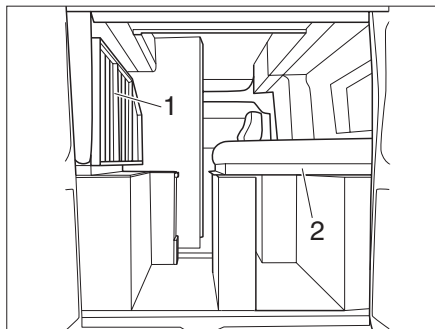

Bild 54 Festes Bett (Variante 2)
- ▶ Bettroste (Bild 54,1 und 2) nach rechts bzw. links klappen und mit Bänder sichern.